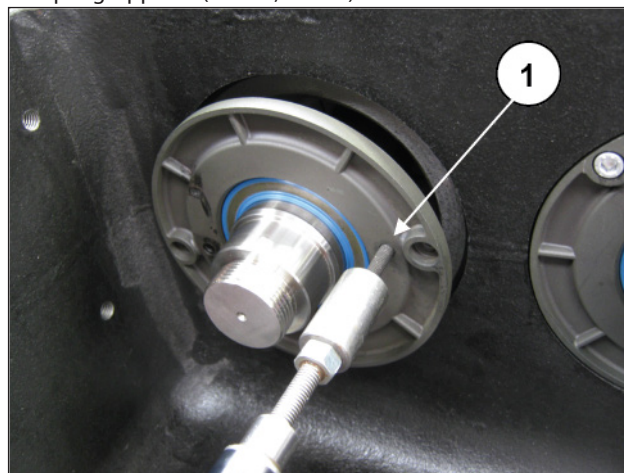
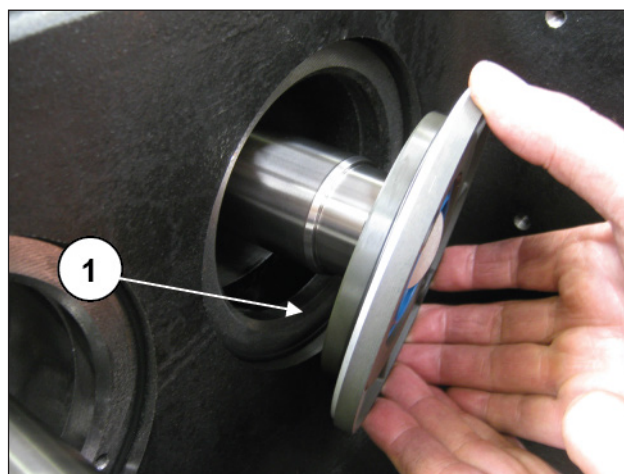

Abb. 3
Abb. 4
Drehen Sie einer Gewindestange oder eine Schraube M6 als Abzieher in die entsprechenden Bohrungen am Ölabbstreifring. Deckel ein (Pos. ①, Abb. 3) und nehmen Sie die Deckel von der Pumpengruppe ab (Pos. ①, Abb. 4).